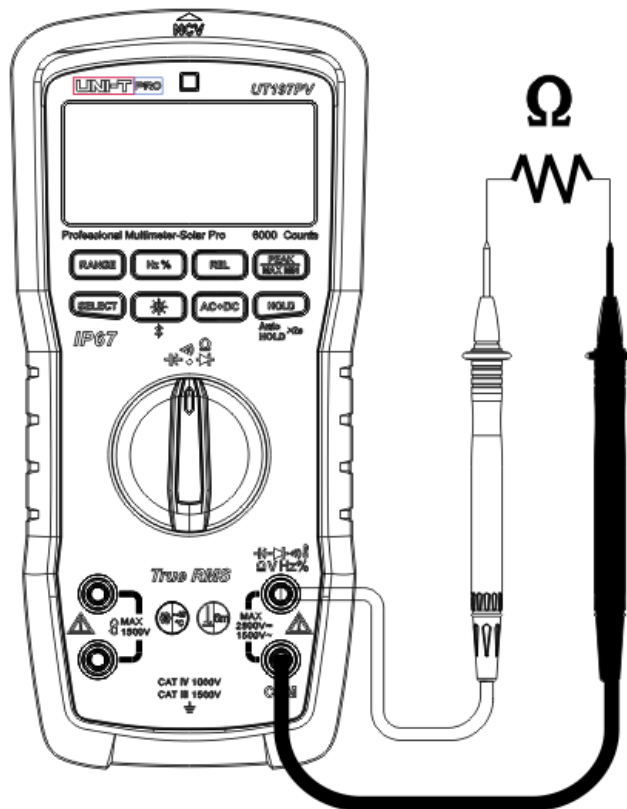

Рисунок 10
7. Измерение сопротивления (рисунок 10)